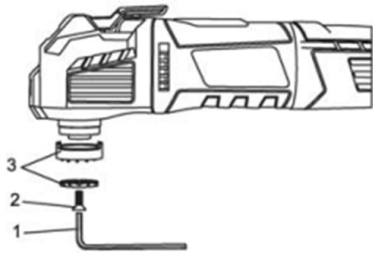

Fig. 3 – Removiendo los componentes del porta-lámina
- a. Use la llave Allen de 5 mm (1) para remover el tornillo del accesorio cerrado (2) y los dos componentes del porta-lámina del accesorio cerrado (3) (Fig.3).